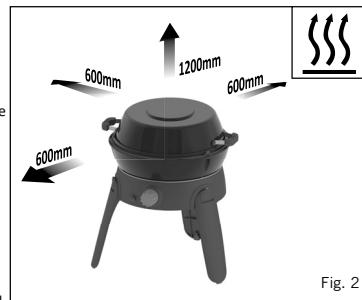

Fig. 2
- Urządzenie należy trzymać z dala od materiałów palnych w trakcie użytkowania. Minimalne bezpieczne odległości to: Nad urządzeniem: 1,2 m. Z tyłu i po bokach: 600 mm. (Patrz rys. 2)
- Aby rozpalić urządzenie ręcznie, prosze zapalić zapalniczkę grillową i powoli odkręcić pokrętło regulacyjne w stronę odwrotną do ruchu wskazówek zegara, aż do zapalenia się palnika (rys. 2).